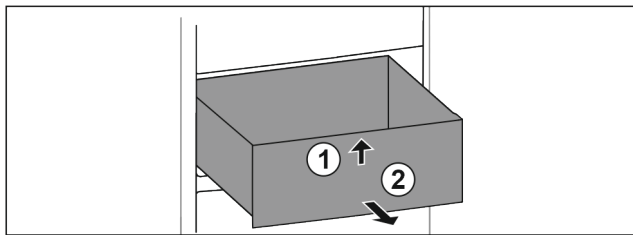

Fig. 17
- ▶ Приподнимите выдвижной ящик спереди. Fig. 17 (1)
- ▶ Извлеките выдвижной ящик движением вперед. Fig. 17 (2)